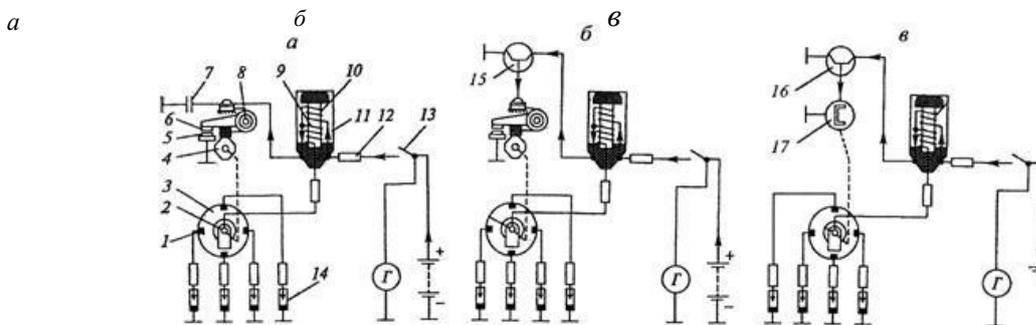
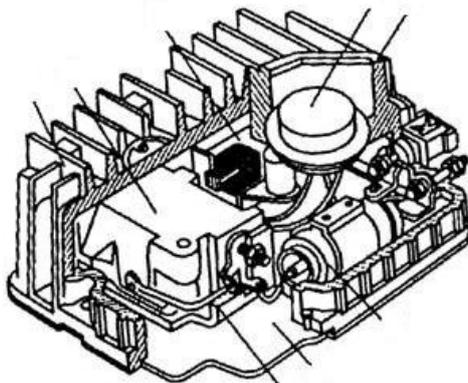

Рис. 1. Схемы систем зажигания:
Рис. 2. Электронный коммутатор:
**Контактная система зажигания.** Система содержит катушку зажигания, прерыватель-распределитель, свечи зажигания, провода высокого напряжения и выключатель зажигания. Контактная система зажигания (рис. 1, а) состоит из двух электрических цепей: цепи низкого напряжения (первичной) и цепи высокого напряжения (вторичной).
В контактнo-транзисторную схему зажигания входят (рис. 2, б): катушка зажигания; распределитель зажигания прерывателем тока низкого напряжения; распределитель тока высокого напряжения; свечи зажигания; транзисторный коммутатор; провода высокого напряжения и выключатель зажигания. При активизации выключателя зажигания 13 после замыкания контактов 5 и 6 прерывателя транзисторный коммутатор 15 открывается, и по первичной обмотке 10 катушки зажигания протекает ток. В момент размыкания контактов прерывателя транзистор коммутатора запирается. Ток в первичной цепи резко уменьшается, и во вторичной обмотке 9 катушки зажигания создается ток высокого напряжения. Он подводится к ротору 2 распределителя 3, который распределяет ток высокого напряжения по свечам 14 зажигания в соответствии с порядком работы цилиндров двигателя.
В бесконтактную систему зажигания входят: катушка зажигания; датчик-распределитель зажигания, состоящий из бесконтактного микроэлектронного датчика и распределителя тока высокого напряжения; свечи зажигания; электронный коммутатор; провода высокого напряжения и выключатель зажигания. При включении зажигания 13 (рис. 1, в) ток низкого напряжения поступает к электронному коммутатору 16 (рис. 2) к бесконтактному датчику 17, находящемуся в датчике-распределителе зажигания 3. Распределительный вал двигателя вращает вал датчика-распределителя, и бесконтактный датчик 17 подает импульсы в электронный коммутатор 16, который преобразует их в импульсы тока в первичной обмотке 10 катушки зажигания 11. Ток в первичной обмотке катушки зажигания создает магнитное поле.